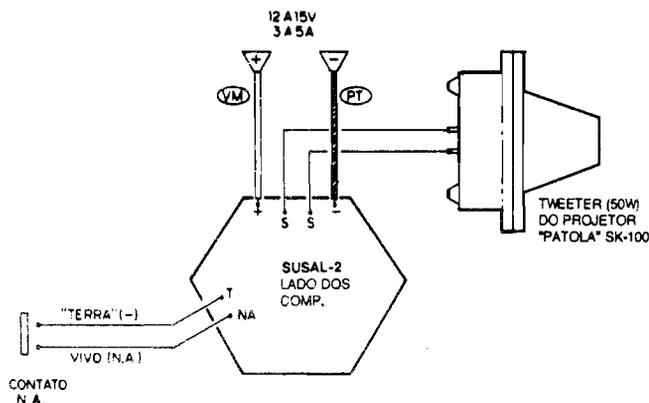

Fig.4
- **FIG. 4 - CONEXÕES EXTERNAS À PLACA** - As ligações externas à placa são simples, totalmente detalhadas no diagrama (placa ainda vista pela sua face não cobreada...). O ponto mais importante a observar é quanto à polaridade da alimentação, sendo aconselhável a utilização "regulamentada" de fio **vermelho** para o **positivo** e fio **preto** para o **negativo**... Observem, ainda que as ligações de Saida (S-S), mostram o transdutor (**tweeter**) "nú", removido da sua "corneta" e "projeter" (basta soltar alguns parafusos no conjunto, que ele todo se desmonta de forma bastante lógica, e muito fácil de - depois - "remontar" corretamente, como sempre ocorre nos produtos "Patola" (Se algum engraçadinho, aí, está pensando em "corrupção", pode morder o progenitor nas nádegas... Não recebemos um